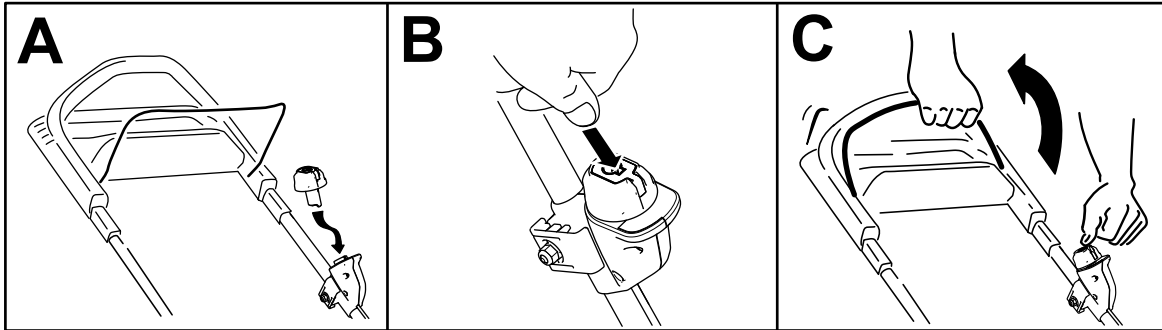

Figura 11
2. Introduzca el botón de arranque eléctrico en el interruptor de arranque eléctrico (Figura 11, A).
3. Pulse el botón de arranque eléctrico (Figura 11, B)
4. Apriete la barra de control de la cuchilla contra el manillar (Figura 11, C).